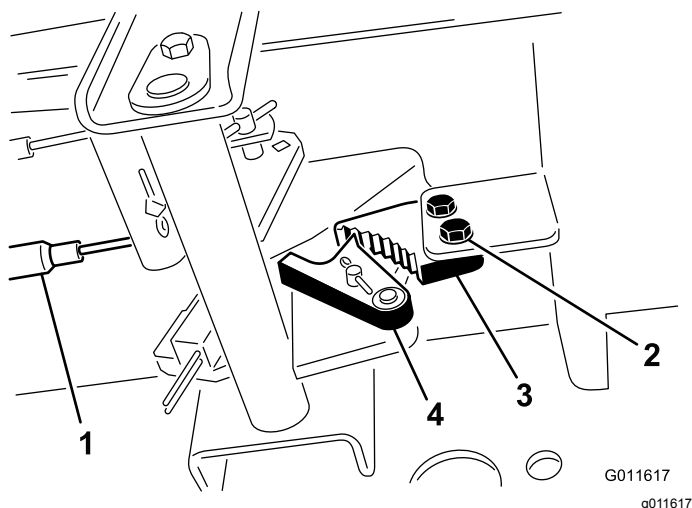

Figura 88
1. Allentate le due viti che fissano il nottolino del freno di stazionamento al telaio (Figura 88).
2. Premete in avanti il pedale del freno di stazionamento finché il fermo non s'innesta completamente nel nottolino del freno (Figura 88).